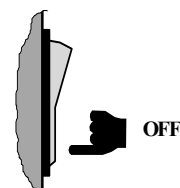

Рис. 6.56
- Разомкните контакт тумблера, установив его в положение **0** (см. Рис. 6.56) и убедитесь, что погас зеленый индикатор на панели управления;